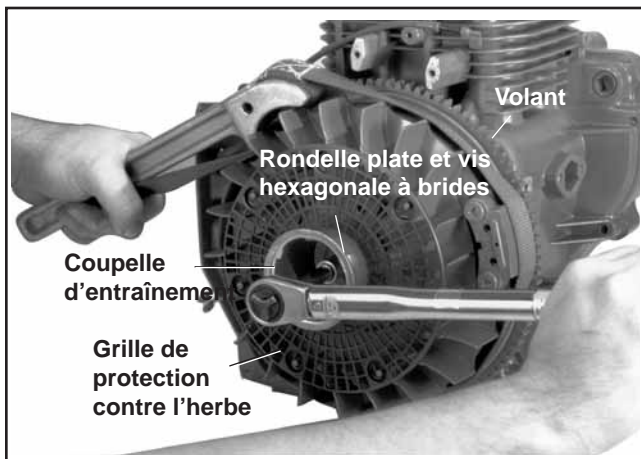

Figure 11-26. Installation du volant.
4. Placer le volant sur la rainure/vilebrequin. Installer la grille de protection contre l'herbe, la coupelle d'entraînement, la rondelle plate (côté plat de la rondelle plate vers le coupelle d'entraînement) et la vis hexagonale à brides. Voir la figure 11-26.
5. Tenir le volant avec la clé ou outil de maintien et serrer la vis hexagonale à bride au couple de **66,4 N·m (49 ft. lb.)**. Voir la figure 11-26.